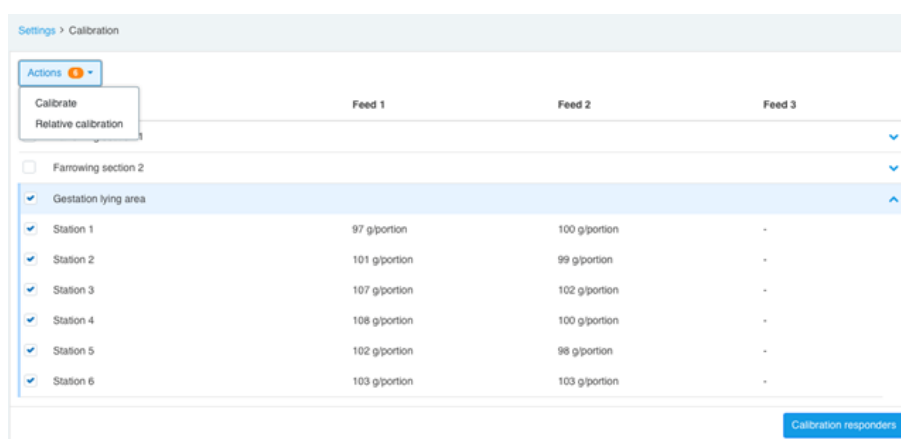

Рис. 9: Меню калибровки
5. Последовательно выберите «Действия» > «Относительная калибровка» (см. рисунок Рис. 9 (страница 18)).